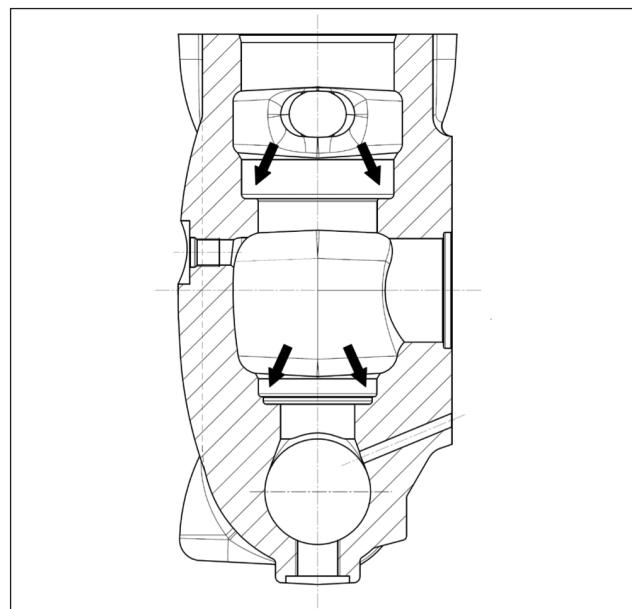

图 115
重新安装阀组前, 应彻底清洁和干燥泵头里的相 底座, 如箭头所示 (①, 图 115)。